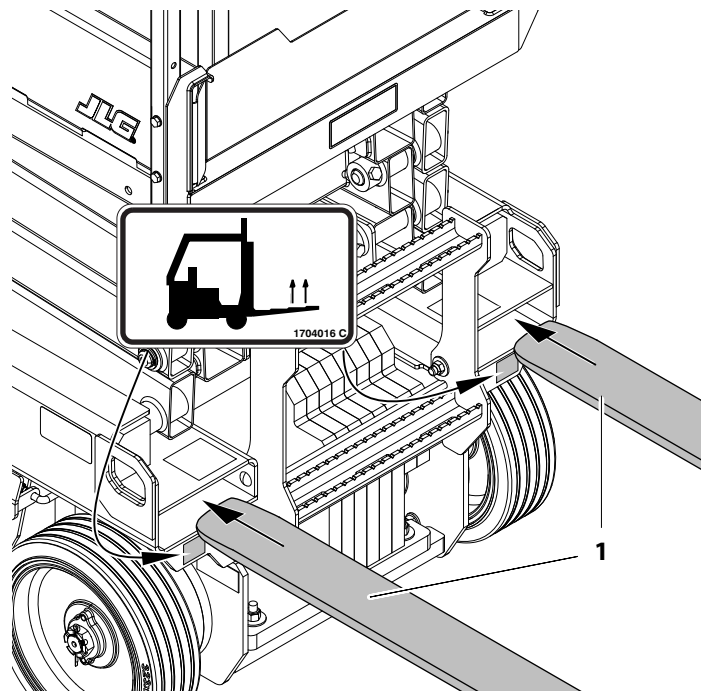

Fig. 3-11. Gaffeltruckfickor – placering
Maskinen kan lyftas med en gaffeltruck. Lyft endast från maskinens bakände och endast med plattformen i förvaringsläget. Ställ in bredden på **gaffeltruckens gafflar (1)** så att de passar maskinens gaffeltruckfickor *enligt Fig. 3-11*. För in gafflarna i gaffeltruckfickorna och lyft försiktigt maskinen.